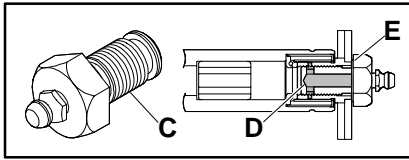

Figure 4
Installez le graisseur Dorner, ref 200046M (C de la figure 4).